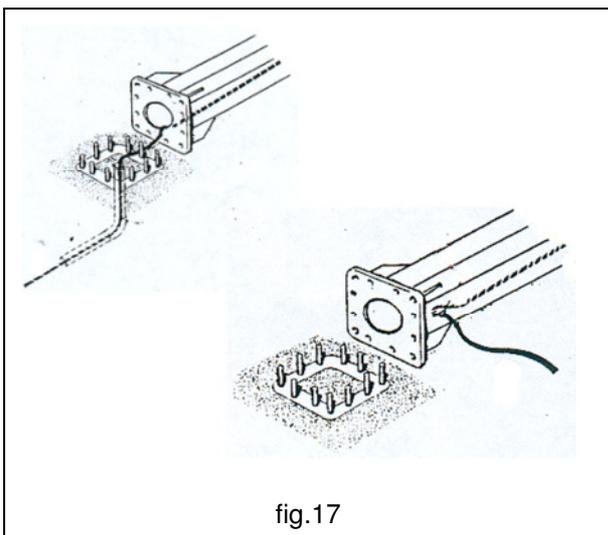

fig.17
2. Inserire il cavo di alimentazione all'interno della colonna e farlo fuoriuscire dallo sportello di accesso e di ispezione al collettore. Eseguire l'operazione con la colonna al suolo. (fig.17).